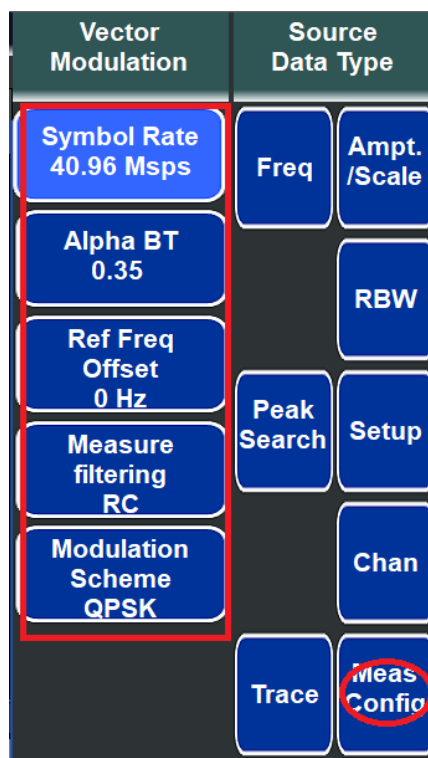

图 4.2 Vector modulation 信号解调参数配置界面
- 按【Meas Config】，设置界面如图 4.2 所示。